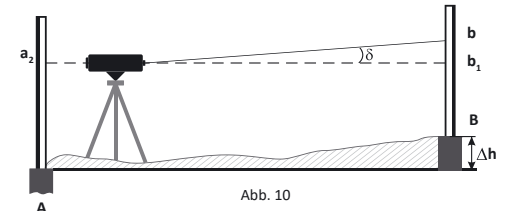

Abb. 10
- Stellen Sie das Nivelliergerät nun um und positionieren Sie es 1-2m vom Punkt A entfernt (Abb.10). Lesen Sie nochmals die Höhe an Punkt B ( $b_2$ ) und A ( $a_2$ ) ab. Wenn  $|(a_2 - b_2) - (a_1 - b_1)| < 3mm$ , braucht das Nivelliergerät keine weitere Justierung.